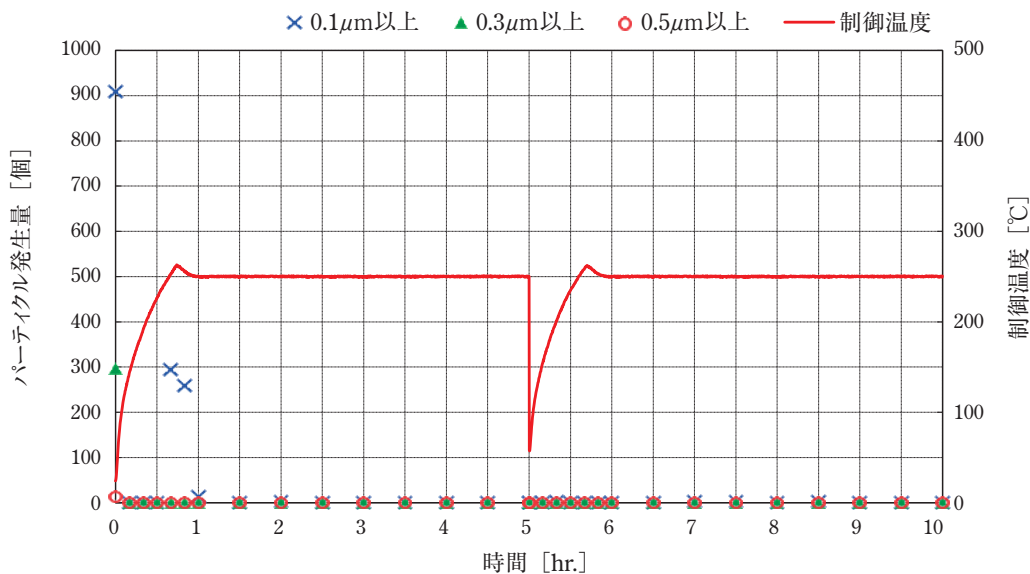

図7 パーティクル測定結果
0.1 μm, 0.3 μm, 0.5 μm 以上のパーティクル測定結果を図7に示します。昇温初期は0.1 μm 以上のパーティクルが900個程度発生しましたが、昇温開始1時間後にはほぼパーティクルの発生はなくなり、2サイクル目は通電初期から発生は見られませんでした。